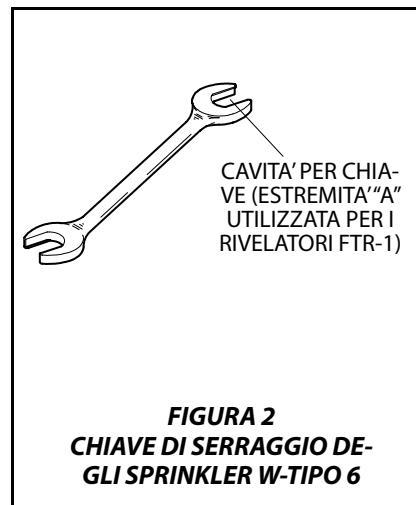

FIGURA 2
Passo 3. Serrare il rivelatore FTR-1 utilizzando esclusivamente la chiave per sprinkler W-tipo 6 (estremità A). La cavità per la chiave (v. figura 2) deve essere applicata alle spianature per l'impiego della chiave del rivelatore FTR-1 (v. figura 1).